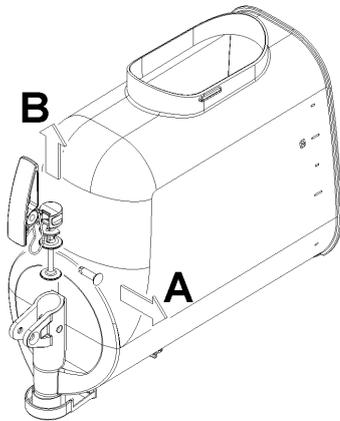

figura 14
**5** Smontare il rubinetto seguendo la sequenza indicata (vedere figura 14).